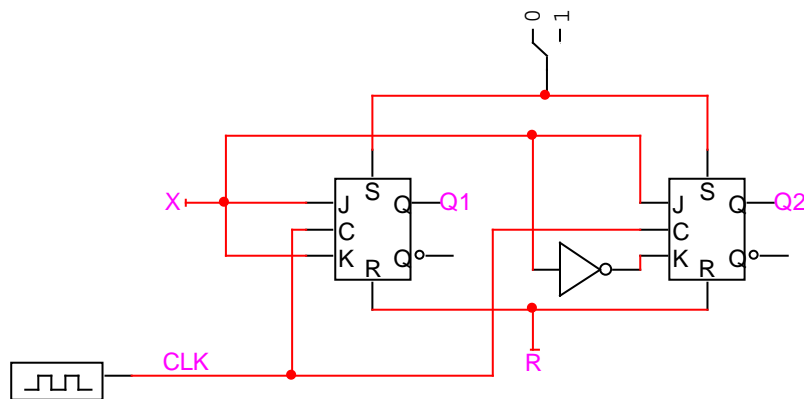

Figura 5.1.1.
Simule el circuito de la Figura 5.1.1 utilizando biestables J-K de que se dispone en el simulador de prácticas de los denominados *JK Flip Flop ni RS* de la librería *Simulation Logic.clf*, cuyo símbolo se puede ver en la Figura 5.0.1.
- Circuito diseñado con el Simulador como el de la Figura 5.1.1. Denomínelo “PRACTICA\_5-1.CCT”.